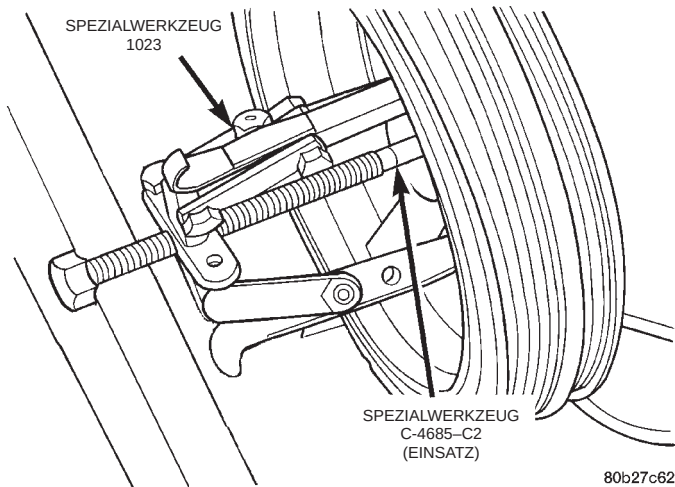

Abb. 65 Kurbelwellen-Schwingungsdämpfer — Ausbau
(6) Kurbelwellen-Schwingungsdämpfer mit Hilfe der Spezialwerkzeuge 1023 und C-4685-C2 abbauen (Abb. 65).